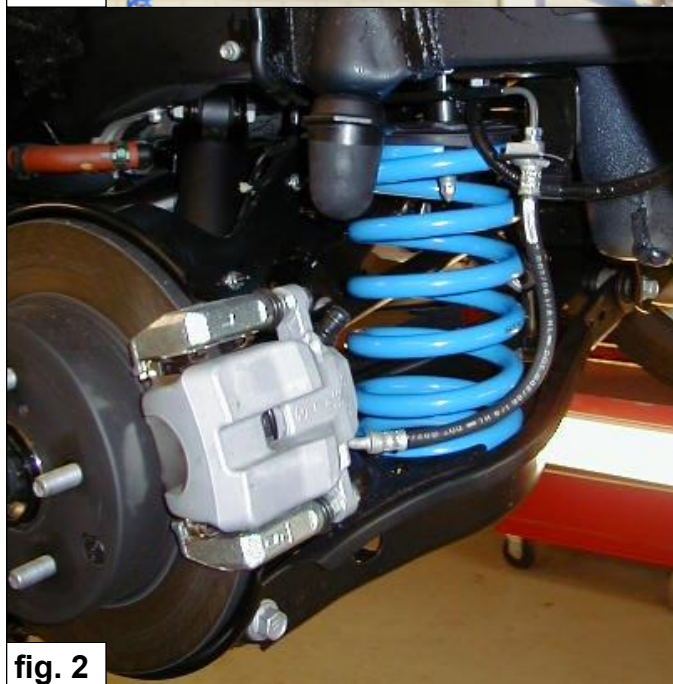

fig. 2
4. Montieren Sie der M.A.D. Hauptfeder und achten Sie darauf dass das obere Federende in der Richtung von das Rad zeigt. Siehe Fig. 2+3